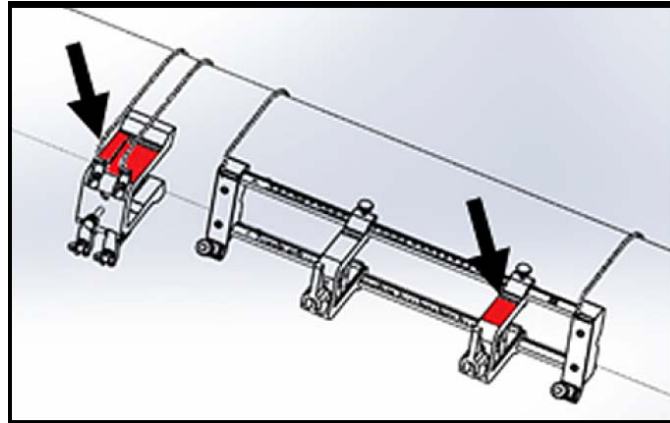

图 38: 轭架旋转至水平位置
4. 旋转轭架，使其位于管子上与此前安装的夹紧装置同侧的水平位置上，如下面的 图 38 所示。
5. 请确保轭支架和夹紧装置固定夹具支架的上表面恰好在相同的水平面上（请参见上面的 图 38）。